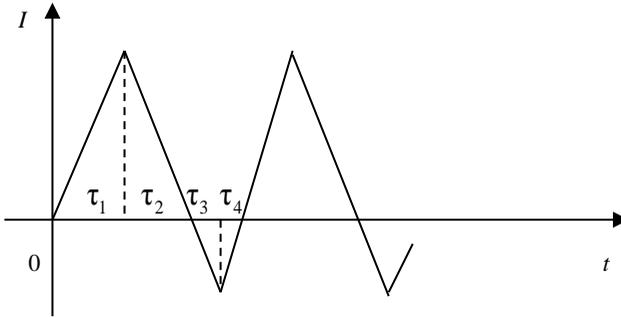

Рис. 6.6. Динамика изменения уровня запаса в обобщенной модели при дефиците с учетом неудовлетворенных требований
**6.7. Обобщенная модель оптимального размера партии поставки при дефиците с учетом неудовлетворенных требований (рис. 6.6)**